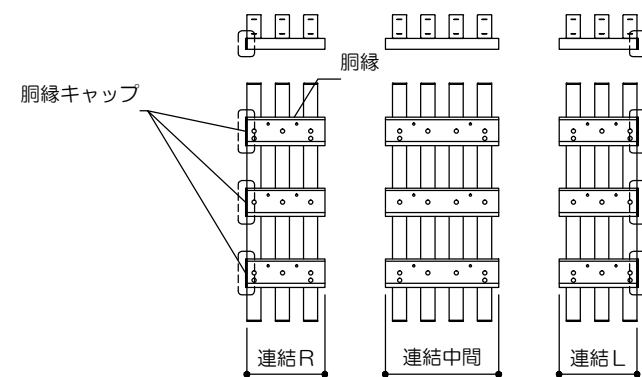

図2. 胴縁キャップの取付(連結仕様)
- 本体セットを連結する仕様の場合は、左右両端側の本体セットに胴縁キャップを取付けてください(図2)。